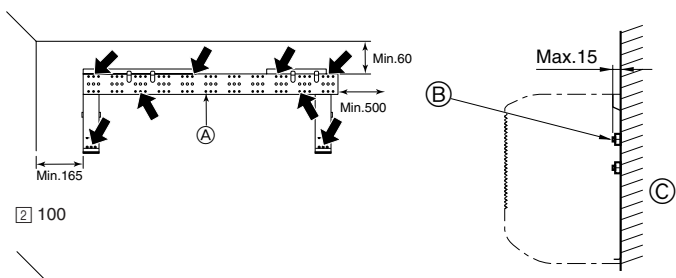

Fig. 3-5
- ▶ Fixer la structure de montage mural par les orifices de la rangée du milieu, de 12 mm de diamètre, en utilisant des boulons achetés séparément (boulons à pans, boulons d'ancrage et écrous d'ancrage) de filetage M10 ou W3/8. La tête du boulon ne doit pas dépasser la surface du mur de plus de 15 mm. (Fig. 3-5)